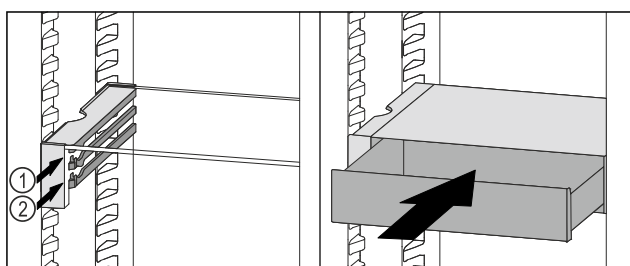

Fig. 149
- Встановити висувний ящик VarioSafe за стопорами на потрібне ребро Fig. 149 (1) або Fig. 149 (2).